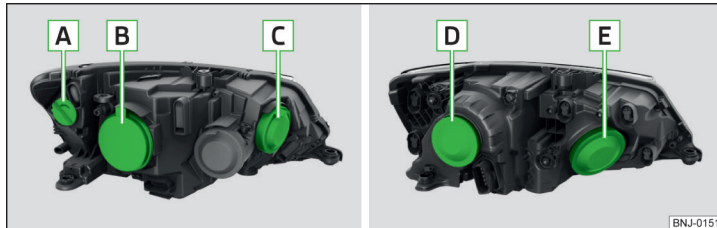

Abb. 203 Prinzipdarstellung: Halogen-Scheinwerfer / Halogen-Projektorscheinwerfer
Glühlampenanzordnung » Abb. 203
- Die Schutzkappe **B** » Abb. 203 auf Seite 191 abnehmen.
- Die Schutzkappe **B** » Abb. 203 auf Seite 191 einsetzen.
- › Die Schutzkappe **C** » Abb. 203 auf Seite 191 abnehmen.
- › Die Schutzkappe **C** » Abb. 203 auf Seite 191 einsetzen.
- › Die Schutzkappe **B** » Abb. 203 auf Seite 191 abnehmen.
- › Die Schutzkappe **B** » Abb. 203 auf Seite 191 einsetzen.
- Die Schutzkappe **D** » Abb. 203 auf Seite 191 abnehmen.